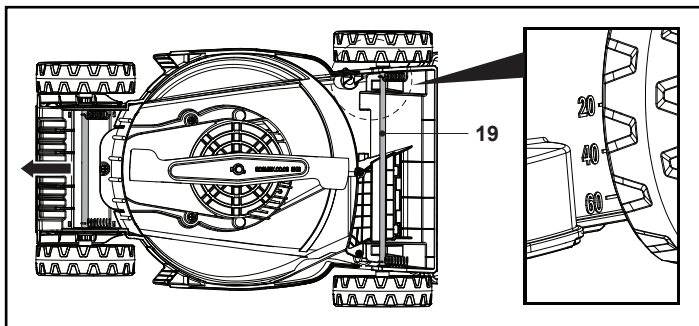

Fig. 6
2. Sujete el eje de la rueda (19) por ambos lados (Fig. 6).
3. Tire del eje de manera uniforme y deje que encaje en la posición deseada (Fig. 6).